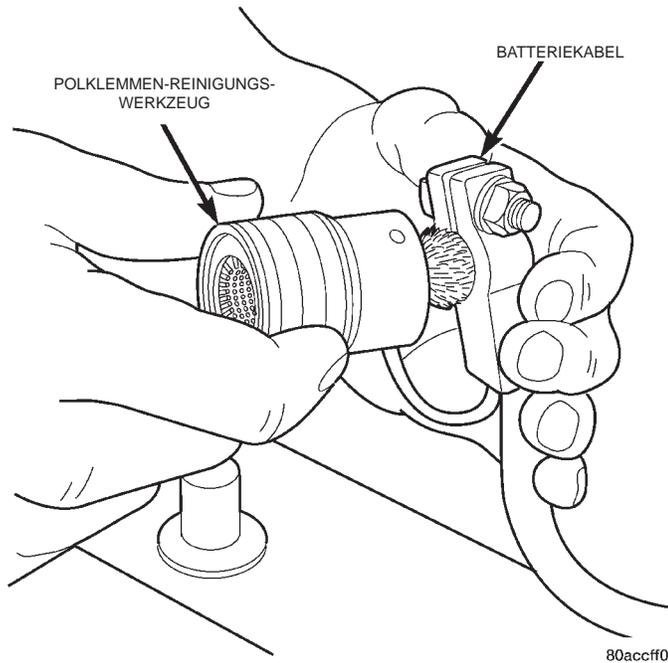

Abb. 16 Batteriepolklemmen reinigen—Typisch
(3) Polklemmen der Batterie-kabel auf Korrosion oder Beschädigungen überprüfen. Korrosion mit einer Drahtbürste oder einem Polklemmen-Reinigungswerkzeug und einer Lösung aus Wasser und Natriumbikarbonat entfernen (Abb. 16). Beschädigte oder verbogene Polklemmen müssen ausgetauscht werden.